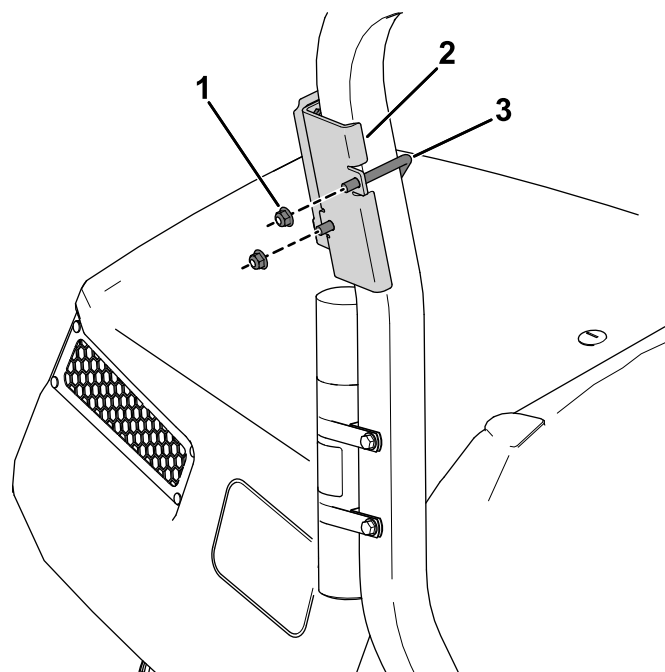

Figura 11
2. Utilice un perno en U y 2 tuercas con arandela prensada ($\frac{3}{8}$ ") para sujetar el soporte del dispositivo encima del tubo del manual de la barra antivuelco (Figura 11).